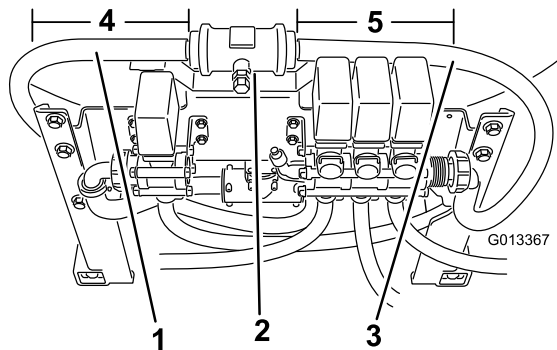

Bild 21
1. Lösen Sie die Mutter, mit der das Ende des Zufuhrschlauches des Auslegers an den Zufuhrventilen des rechten Auslegers befestigt ist, und schließen den Schlauch ab (Bild 21).
7. Entfernen Sie die Halterung und schließen Sie den Zufuhrschlauch des Durchflussmessers vom T-Stück ab. Kürzen Sie den Schlauch links am Durchflussmesser auf 81 cm (Bild 21). Werfen Sie das Schlauchende weg, das **nicht** am Durchflussmesser angeschlossen war.